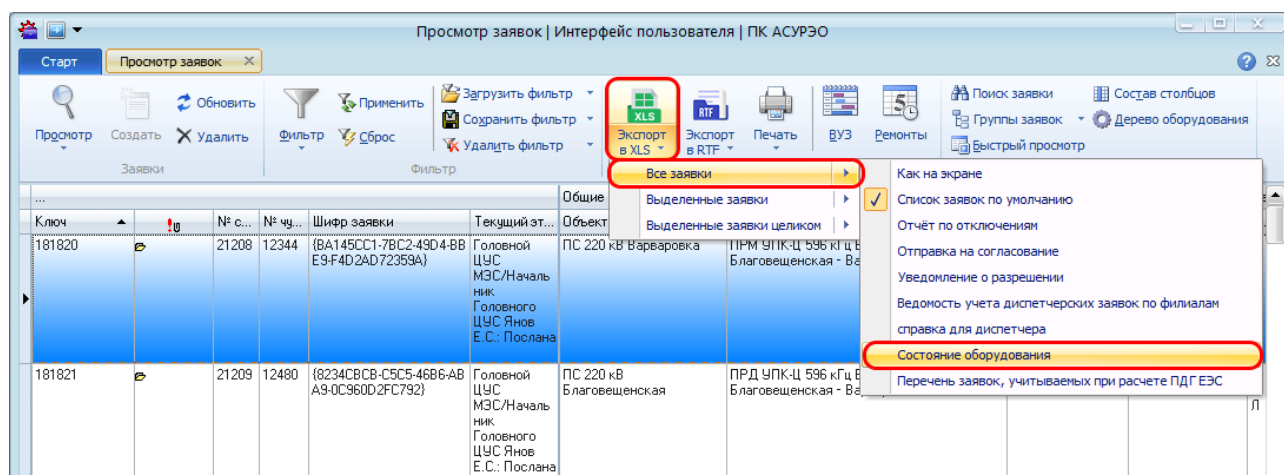

Рисунок 9.109 – Формирование отчета по времени изменения состояния оборудования
- все заявки. Для этого на панели инструментов необходимо нажать на кнопку « Экспорт в XLS» и в раскрывающемся списке выбрать пункт «Все заявки» -> «Состояние оборудования» (Рисунок 9.109);